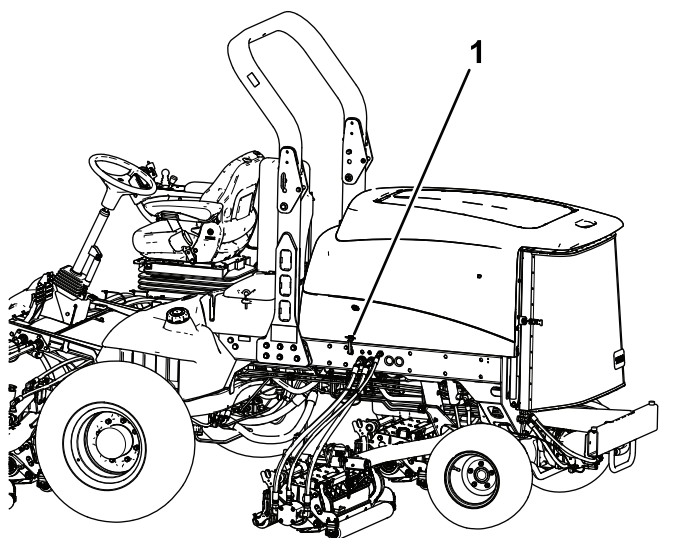

Bild 80
1. Lösen Sie die Motorhaubenriegel (Bild 80) und öffnen die Motorhaube.